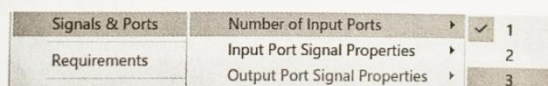

图 3.1.9 示波器显示多个信号设置
(6) 若要使用示波器显示多条曲线，可右击示波器，在弹出的快捷菜单中选择输入 “Number of Input Ports”，再单击 “Signals & Ports”，选择信号的显示个数，如图 3.1.9 所示。